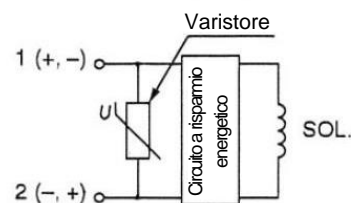

Figure 10. Senza indicatore ottico
- Le valvole contengono un circuito a risparmio energetico integrato. Vedere le figure 10 e 11 sottostanti.